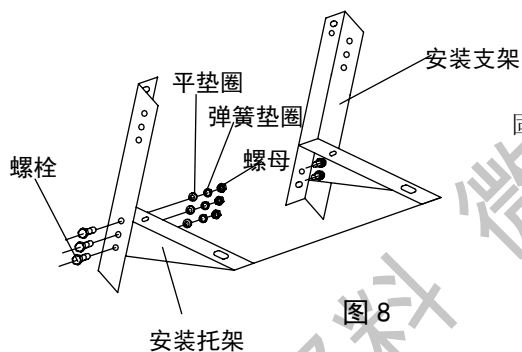

图 8
1. 用另购的 6 颗 M12×25 的螺栓及与之相配平垫圈、弹簧垫圈和螺母将安装支架和托架组装在一起（如图 8 所示）。